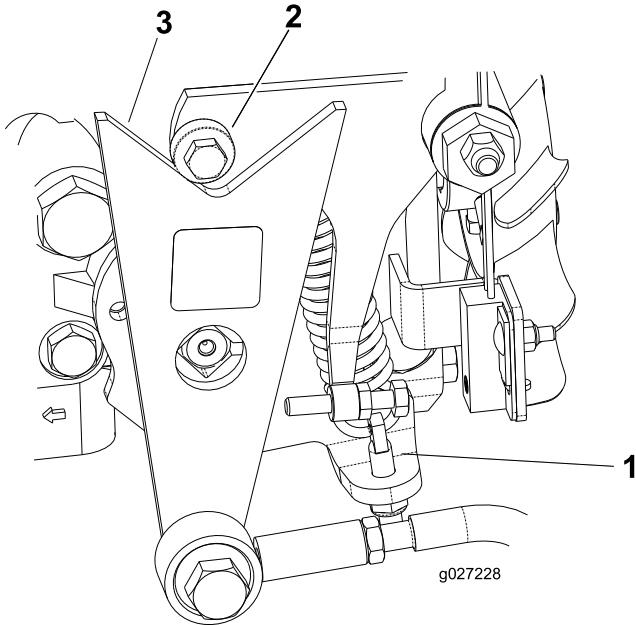

Figura 44
- Se le ruote girano nella direzione corretta, spegnete il motore e regolate il dado di bloccaggio del perno di regolazione della molla (Figura 44). Regolate la posizione per la folle; fate riferimento a Regolazione della trazione per la folle \(pagina 33\).